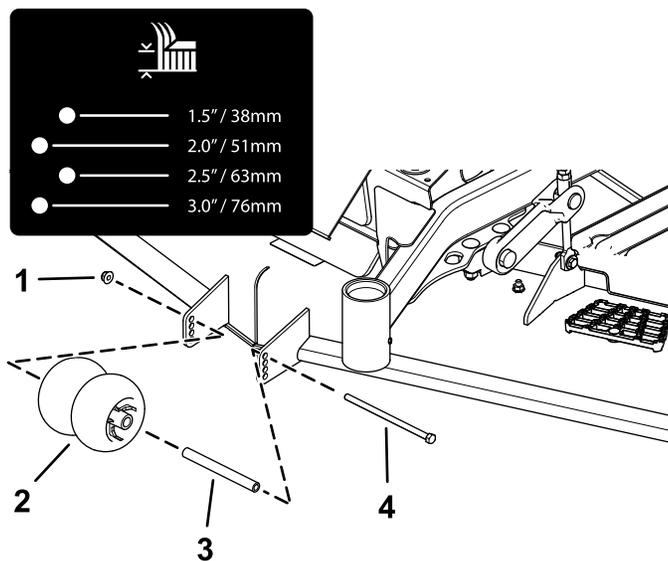

Figure 25
4. Réglez les galets anti-scalp comme montré à la Figure 25, la Figure 26, la Figure 27 et la Figure 28.